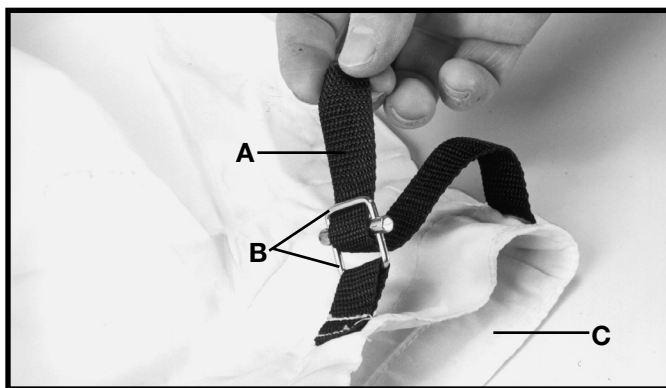
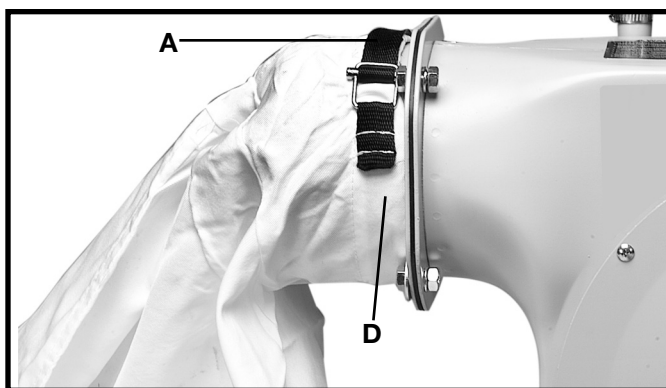

Fig. 19
Fig. 20
Inserte flojamente el extremo de la correa de la bolsa para polvo (A) a través de la abrazadera (B) de la manera que se muestra en la Fig. 19. Coloque el extremo abierto de la bolsa para polvo (C), Fig. 19, sobre la brida de la salida (D), Fig. 20, y tire firmemente de la correa (A) para sujetar la bolsa de recolección de polvo a la brida de la salida.